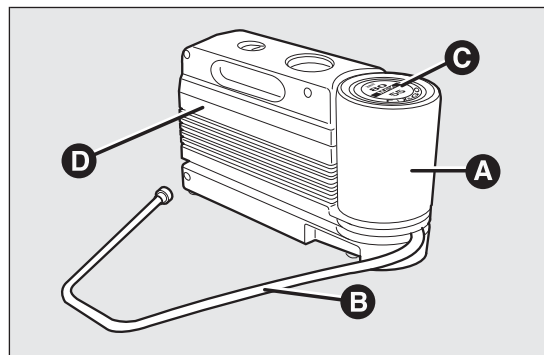

fig. 102
Le kit de réparation rapide des pneus Fix & Go automatic est logé dans le coffre à bagages. Le kit fig. 102 comprend :
- un compresseur D fig. 102 muni d'un manomètre et de raccords, qui se trouve dans le compartiment ;